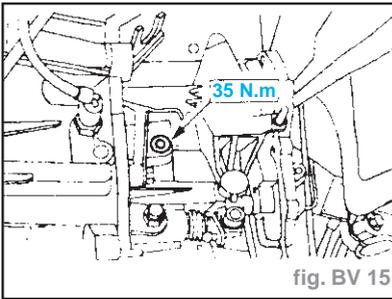

fig. BV 15
- Verser de l'huile pour boîte de vitesses jusqu'à **5 à 10 mm** sous la partie inférieure de l'orifice de contrôle (fig. BV 15).